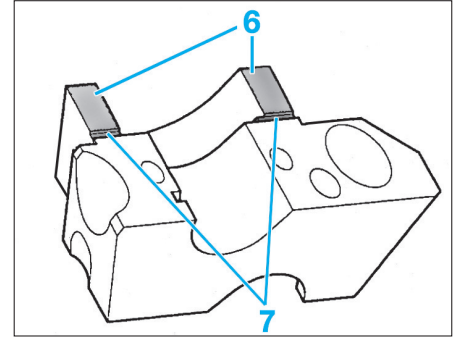

Fig. 65
- Appliquer sous les portées (6) des chapeaux de paliers n° 1 et 5 une fine couche de pâte d'étanchéité appropriée (par exemple VW AMV 174 004 01), en veillant à ce que le produit ne recouvre pas les gorges (7) (Fig.65).